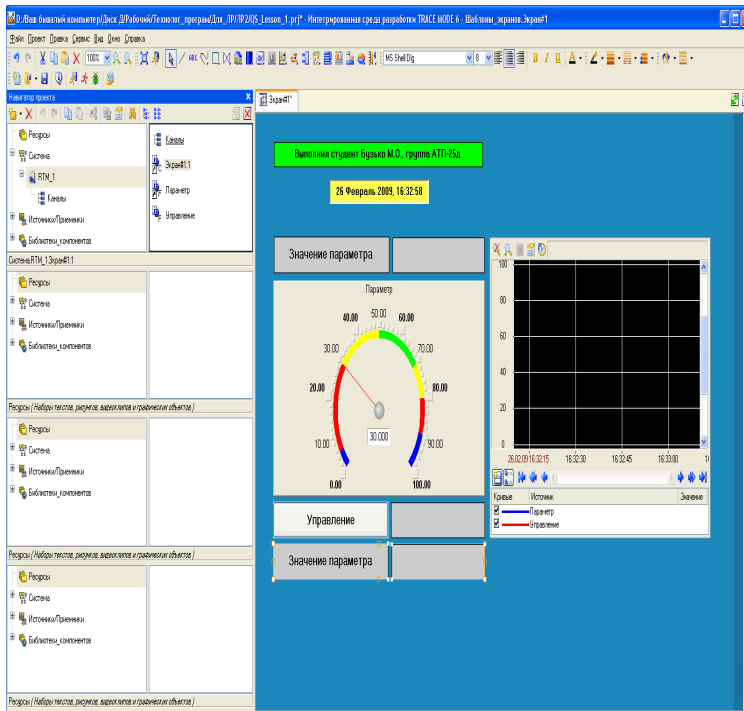

Рис. 1
4.2.1. Скопіювати два перших ГЕ "Значення параметра" і Текст і розмістити їх нижче ГЕ Кнопка (рис. 1).